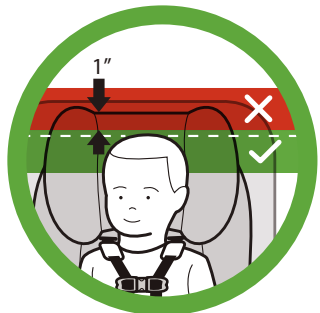

Figura 1
- La parte superior de la cabeza del niño debe quedar al menos a 1" (2,5 cm) por debajo de la parte superior del apoyacabezas del asiento de seguridad, como se muestra en la **figura 1**. Si la parte superior de la cabeza del niño queda a menos de 1" (2,5 cm) por debajo de la parte superior del apoyacabezas en la posición más alta, entonces el niño está demasiado grande para ir en el asiento viendo hacia atrás, y se debe hacer el cambio a la posición viendo hacia adelante.